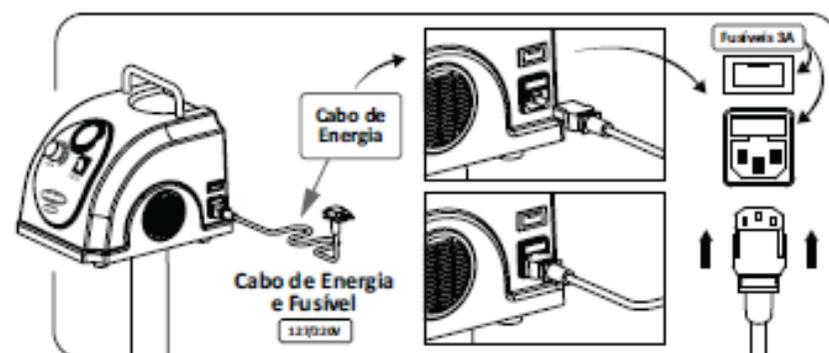

Fig. 05 - Conexão do cabo de força
Após configurar as mangueiras nas tampas dos frascos e o filtro (Fig. 2, 3 e 4), conecte o cabo de força no aparelho e na tomada (Fig. 05). Acione a chave liga/desliga no corpo do aparelho. Para iniciar o uso, ajuste a intensidade de vácuo através do regulador de vácuo, conforme necessidade.
1) Conecte o cabo de força no aparelho e na tomada. (Ver fig. 05)